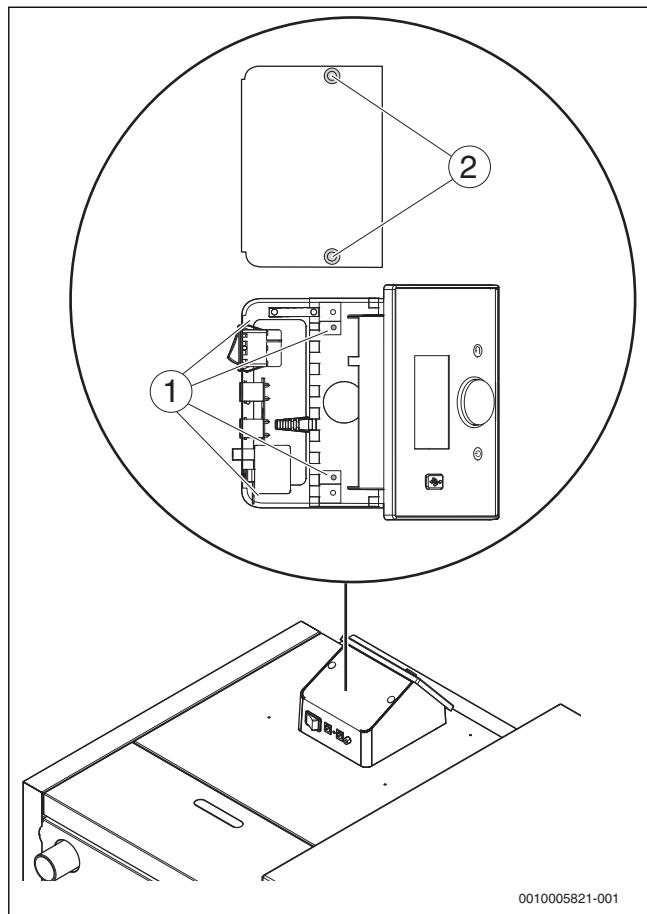

Fig. 22 Înșurubarea automatizării
- Scoateți capacul regulatorului (→ Fig. 22).
- ▶ Așezați automatizarea pe capacul cazonului și fixați-o cu șuruburi (→ Fig. 22, [1]).
- ▶ Capacul automatizării se așează și se fixează cu șuruburi după racordarea tuturor cablurilor (→ Fig. 22, [2]).